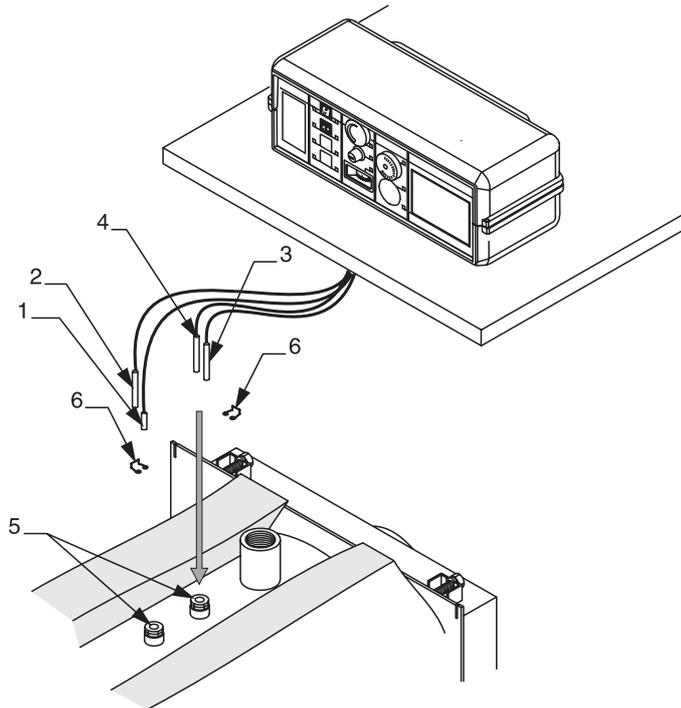

fig. 16
- D) Inserire nelle guaine i bulbi degli strumenti come indicato in fig. 16, far passare i cavi elettrici attraverso i passacavi laterali dal lato in cui si vuole uscire ed eseguire il collegamento elettrico del pannello comandi alla linea di alimentazione, al bruciatore ed alle eventuali pompe, etc.